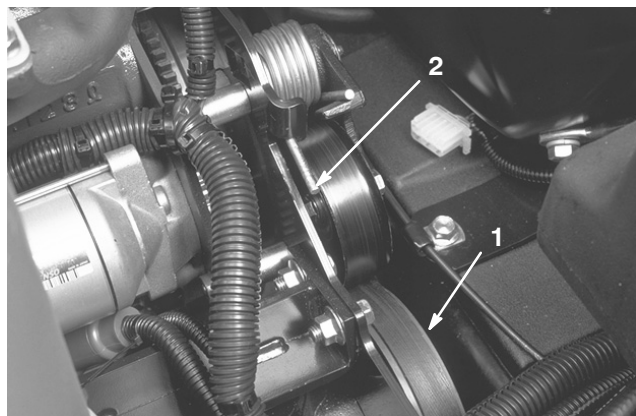

Figure 48
2. Appuyez sur l'extrémité du ressort (Fig. 48) et poussez-la vers l'avant pour décrocher le ressort du support et le détendre.